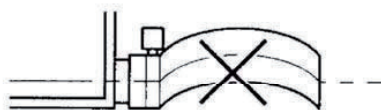

Abb. 4
- Den Ablassschlauch im Inneren des Innenteils nicht knicken (s. Abb. 4)